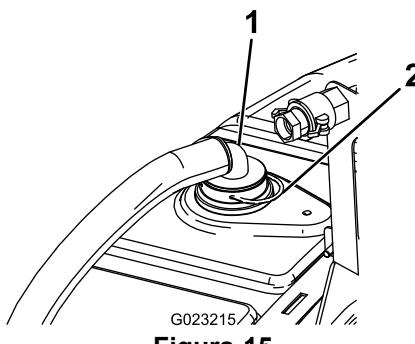

Figura 15
- Montate l'estremità del flessibile con il raccordo a 90° sul diaframma precedentemente installato utilizzando un perno di ancoraggio (Figura 15).